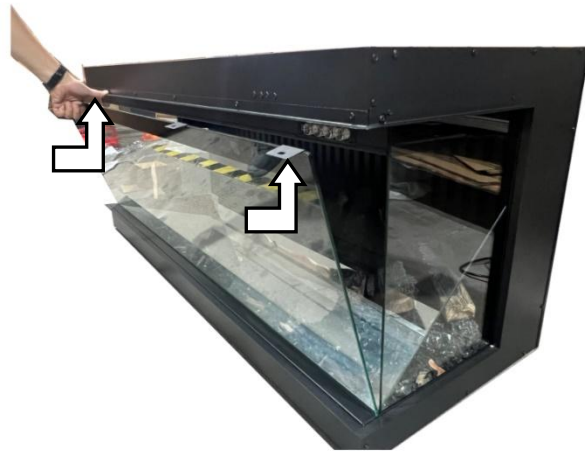

Abb.1-1 Abb.1-2
- Entfernen Sie alle Schrauben an der Oberseite der Glasscheibe. Abb.1-1